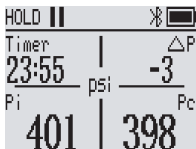

Figura 3 Interfaz de inicio de retención de presión
❶ Presione brevemente cualquier botón para apagar el sonido de aviso
5. Iniciar prueba de fugas: haga clic después de que el dispositivo alcance la presión valor de advertencia para iniciar la prueba de fuga y el temporizador comienza la cuenta regresiva (Figura 3).